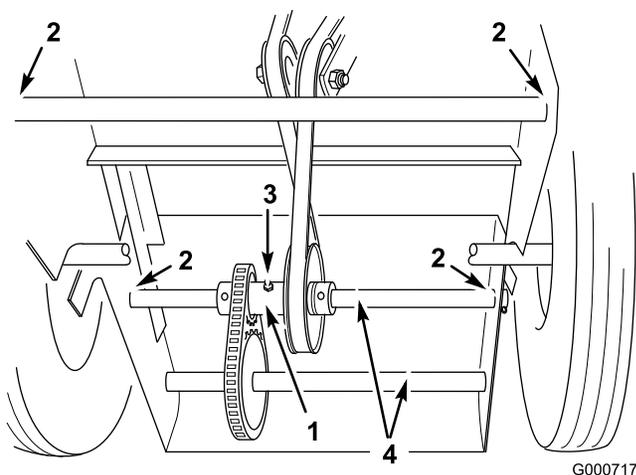

Figure 25
- Point de pivotement du support de roues avant dans la base du moteur (Figure 25).
- Point de pivotement des arbres de transmission arrière dans la base du moteur (Figure 25).
Lubrifiez l'ensemble de renvoi arrière avec de la graisse universelle N° 2 toutes les 25 heures de fonctionnement ou plus souvent si vous travaillez dans un environnement poussiéreux ou sableux (Figure 25). Injectez de la graisse dans le graisseur jusqu'à ce qu'elle ressorte par les roulements.